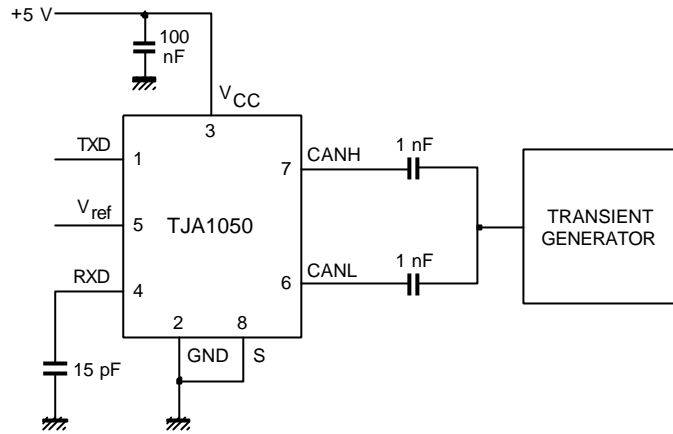

图 4 自动的暂态过程测试电路
在汽车通电的瞬间，引脚 CANH 和 CANL 也受到保护（根据“ISO 7637”；见图 4）。
1. 根据“ISO 7637 part 1”确定应用的暂态波形，测试脉冲 1，2，3a 和 3b（见图 4）。